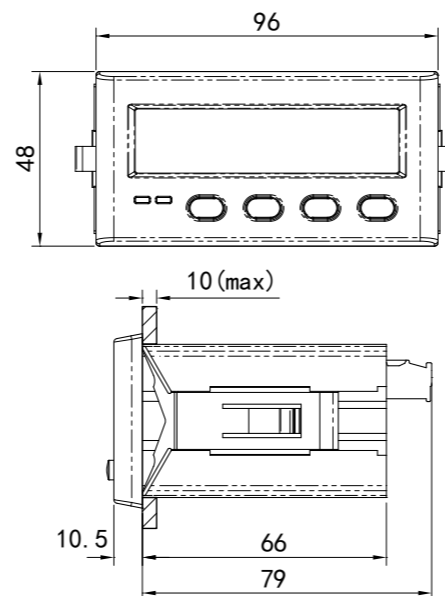

Figura 1 / Figure 1 / Figure 1 / Abbildung 1 / Figura 1 / Figura 1
- 1.- Realizar un corte en el panel, según las dimensiones de la **Figura 1**.